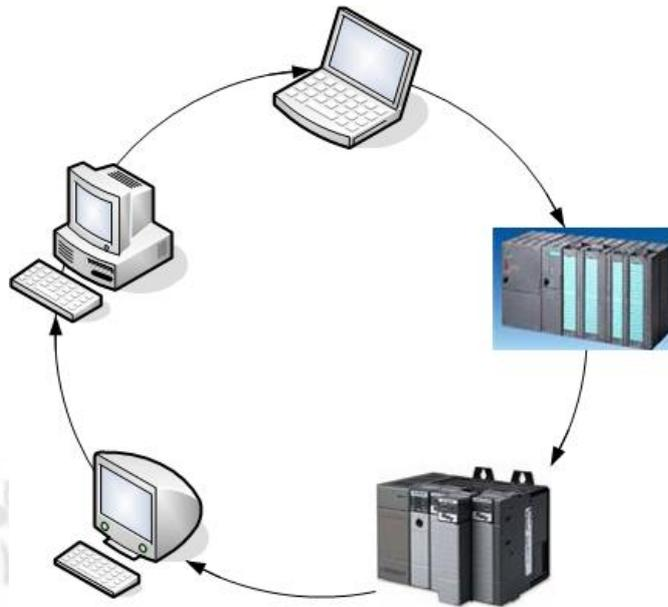

**Figura 6 : Conexión de una red configurada en topología estrella**
**a) Topología tipo Estrella.-** En este tipo de conexionado, todos los nodos están conectados a un nodo central a través del cual pasan todos los datos de todos. El nodo central es común para todos y normalmente posee mayor capacidad de manejo de información para un determinado proceso, en la **Tabla 1** observamos las características de un red tipo Estrella, representada en la **Figura 6**.